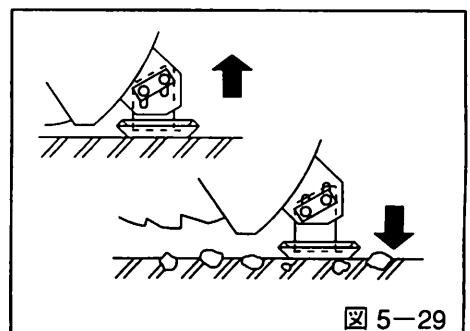

図 5-29
- 整地された路面、アスファルト路面を除雪する場合にはソリの取付ナットを緩めてソリを上に上げれば、路面ストレスまで除雪ができます。(図5-29参照)